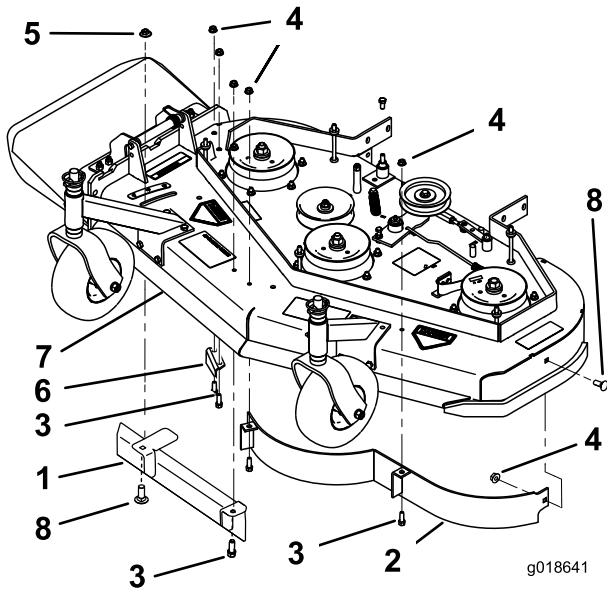
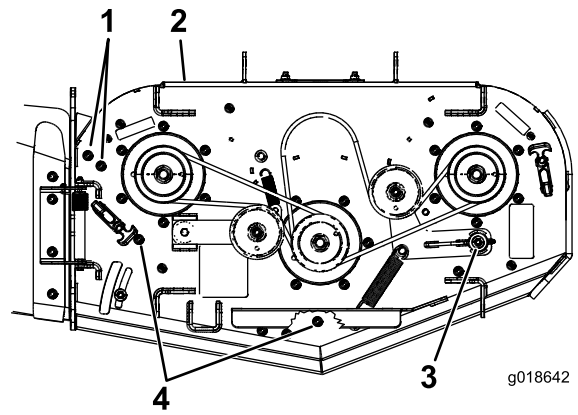

図 3
図 4
1. 左前バツフルを固定しているナットとボルトを外す(図 3 と 図 4)。
2. 排出バツフルを固定しているナットとボルトを外す(図 3 と 図 4)。バツフルを取り外した後、取り付け穴に再びボルトとナットを取り付けて穴を塞ぐ。
3. 可変フローバツフルを固定している大きいフランジナットとボルト、またはカムロックとワッシャを外す(ねじ式になっているので注意(図 3))。
4. 可変フローバップルを固定しているナットとボルトを外す (図 3)。